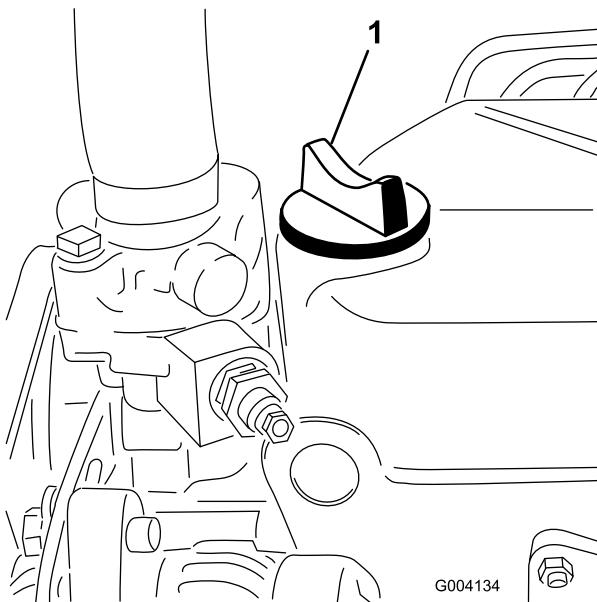

Bild 28
5. Wenn der Ölstand unter der Voll-Markierung liegt, nehmen Sie den Fülldeckel ab (Bild 28) und gießen Sie genug Öl ein, um den Ölstand bis zur Voll-Markierung anzuheben.